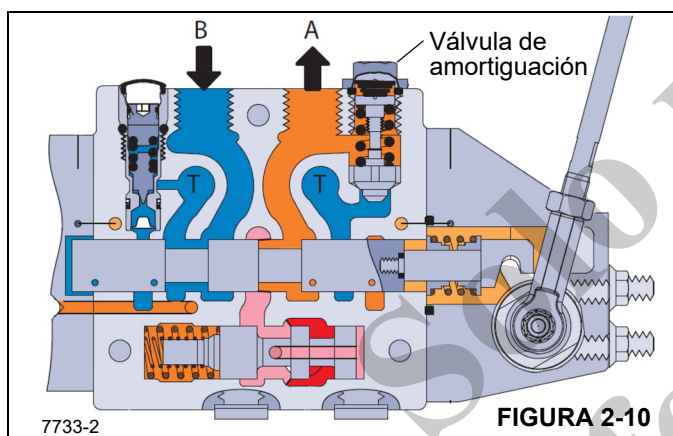
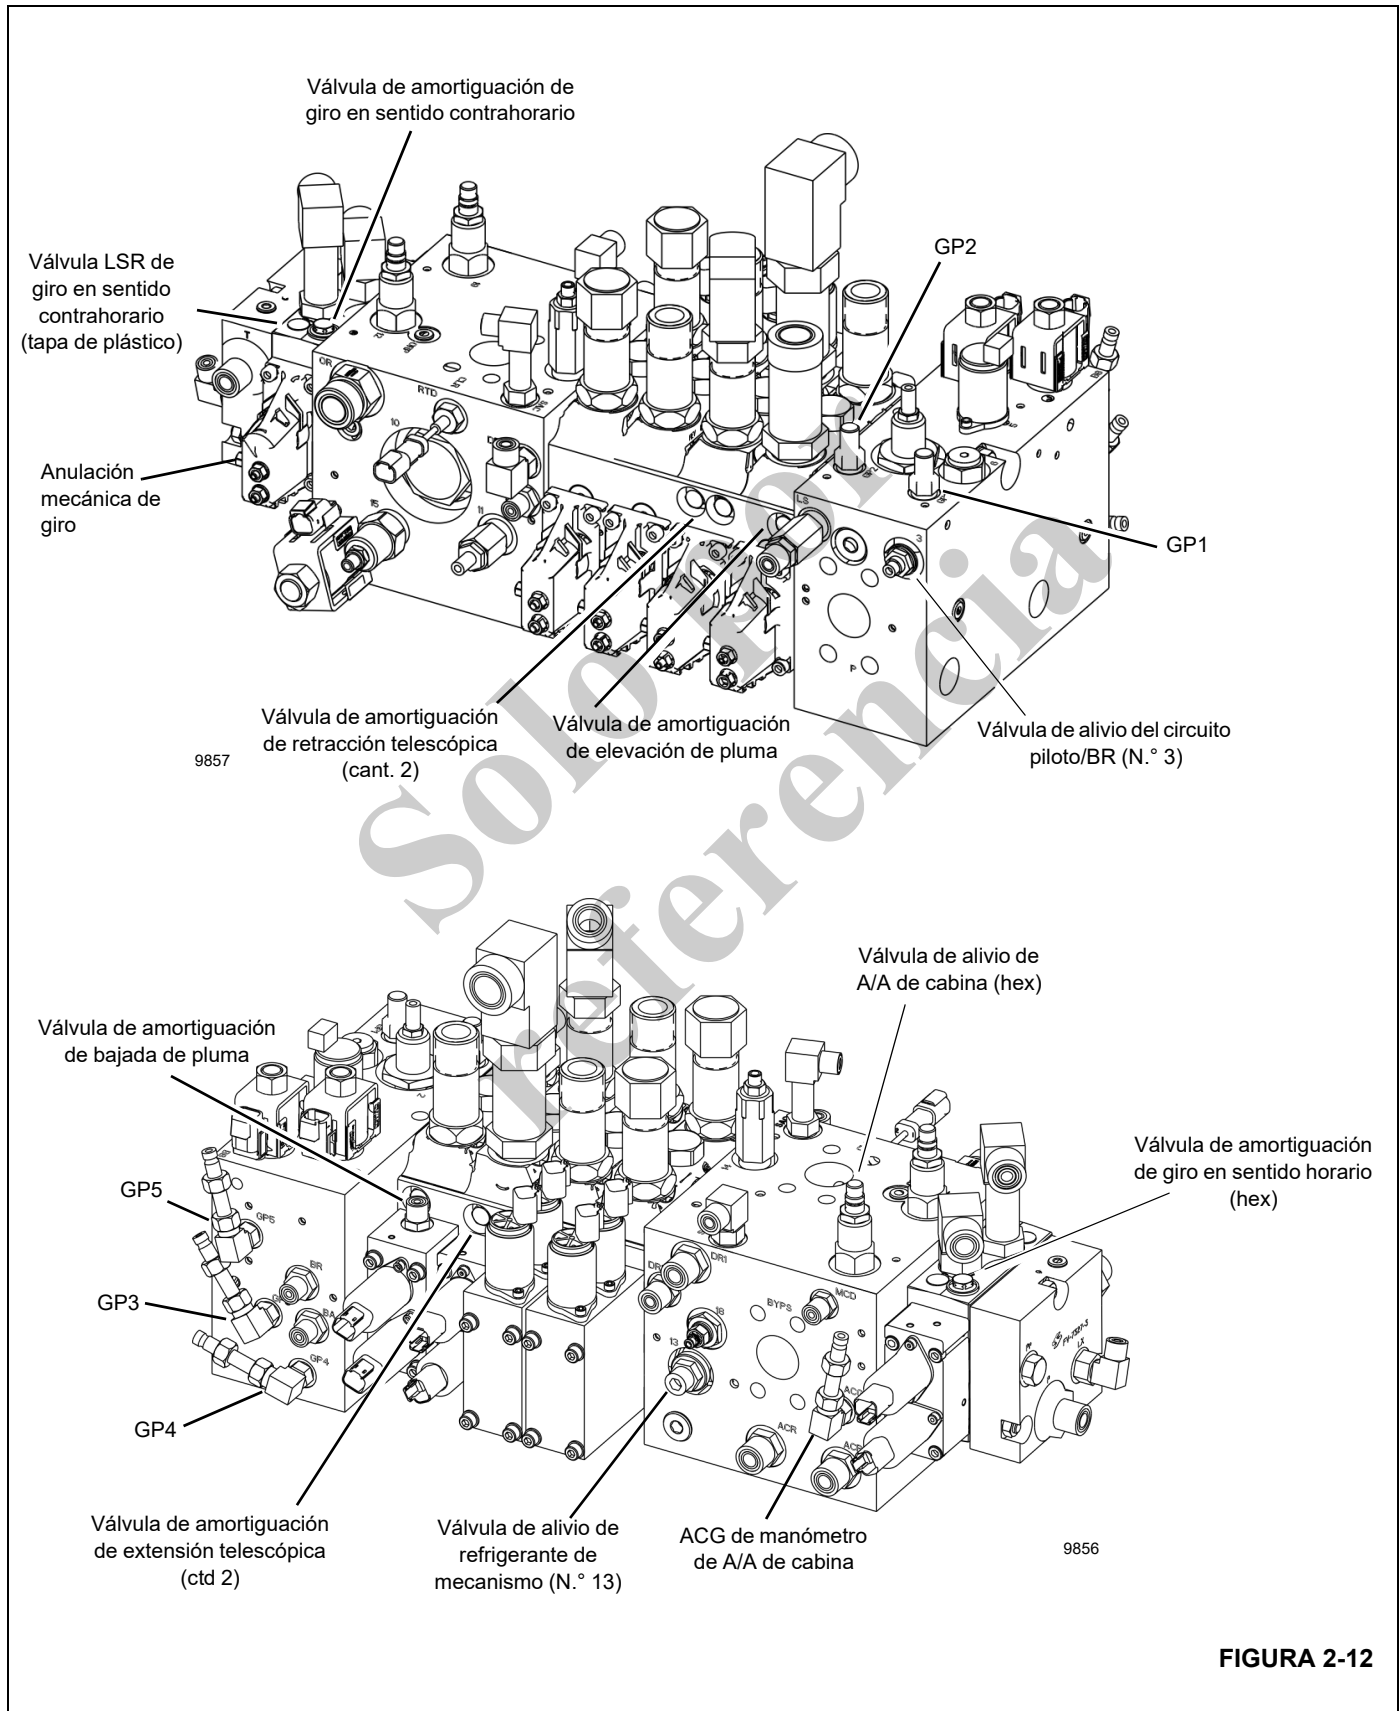

FIGURA 2-10
FIGURA 2-12
- b. Para la función de giro, consulte la Figura 2-10 con la vista en corte de la sección de la válvula genérica. Hay válvulas de amortiguación a cada lado de la sección de la válvula ubicadas de forma adyacente a cada lumbreira de trabajo (vertical).
La elevación de pluma tiene una sola válvula de amortiguación en la sección de la válvula con un ajuste fijo como se muestra en la Figura 2-12 y la Tabla 2-4.
La bajada de pluma tiene una sola válvula de amortiguación en la sección de la válvula con un ajuste fijo como se muestra en la Figura 2-12 y la Tabla 2-4.
La función de extensión telescópica tiene dos válvulas de amortiguación en la sección de la válvula y cada una tiene un ajuste fijo como se muestra en la Figura 2-12 y la Tabla 2-4.
La función de retracción telescópica tiene dos válvulas de amortiguación en la sección de la válvula y cada una tiene un ajuste fijo como se muestra en la Figura 2-12 y la Tabla 2-4.
El giro en sentido horario/contrahorario tiene una sola válvula de amortiguación en la sección de la válvula con un ajuste fijo como se muestra en la Figura 2-12 y la Tabla 2-4. Esto no se puede cambiar, ni ajustar con suplementos, etc. Consulte los comentarios en la Sección A para verificar este ajuste en el conjunto de la válvula de amortiguación física, si tiene dudas.
El ajuste de giro se debe fijar con la válvula de alivio de detección de carga (LSRV) para cada dirección porque esto es ajustable a la configuración de válvula de amortiguación que se mencionó antes. Estas válvulas de alivio de detección de carga se ubican debajo de los tapones redondos de plástico negro ubicados a cada lado de la sección adyacente a las válvulas de amortiguación, como se muestra en la Figura 2-10 y la Figura 2-12.
Con el freno de giro bloqueado, active la válvula con una llave de cubo de 9 mm en la leva del carrete Figura 2-12. Al tirar de la llave hacia arriba se ajusta el giro en sentido contrahorario y al empujarla hacia abajo se ajusta el giro en sentido horario.
El circuito del acondicionador de aire de la cabina tiene una válvula de alivio única en el colector de entrada central de la válvula de control de sentido con un ajuste como se muestra en la Figura 2-12 y la Tabla 2-4.
- a. Instale un manómetro con capacidad mínima de 345 bar (5000 psi) en la lumbrera para manómetro ACG en el colector de entrada central de la válvula de control (Figura 2-12).
El circuito de suministro piloto tiene una válvula de alivio única en el colector de entrada de la válvula de control de sentido con un ajuste como se muestra en la Figura 2-12 y la Tabla 2-4.
- a. Instale un manómetro con capacidad mínima de 69 bar (1000 psi) en la lumbrera para manómetro GP5 en el colector de entrada de la válvula de control (Figura 2-12).
El circuito de liberación del freno de giro tiene una válvula de alivio única en el colector de entrada de la válvula de control de sentido con un ajuste como se muestra en la Figura 2-12 y la Tabla 2-4.
- a. Instale un manómetro con capacidad mínima de 69 bar (1000 psi) en la lumbrera para manómetro GP4 en el colector de entrada de la válvula de control (Figura 2-12).
1. El circuito de aplicación del freno de giro se controla por medio de una válvula de solenoide proporcional que se ilustra en la Figura 2-12 y la Tabla 2-4 y no se puede ajustar.
- a. Instale un manómetro con capacidad mínima de 69 bar (1000 psi) en la lumbrera para manómetro GP3 en el colector de entrada de la válvula de control. Consulte la Figura 2-12.
1. El circuito de refrigerante del mecanismo tiene una única válvula de reducción en el colector de entrada central de la válvula de control de sentido con un ajuste como se muestra en la Figura 2-12 (válvula de alivio de refrigerante del mecanismo N.º 13).
- a. Instale un manómetro con capacidad mínima de 345 bar (5000 psi) en la lumbrera para manómetro GP2 en la válvula de control de sentido (Figura 2-12).